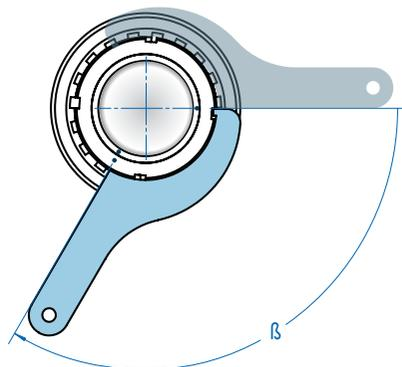

figura 43 - Posição final
- gire a porca com uma chave apropriada (de gancho) até coincidir com a referência feita na bucha (figura 43);